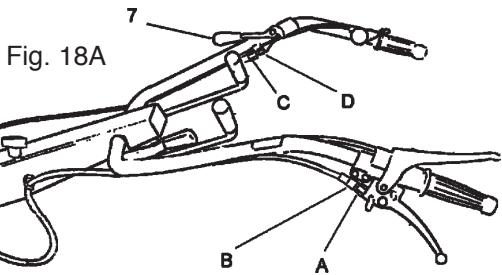

Fig. 18A
- Para variar la regulación aflojar la tuerca A (fig. 18A)
Controlar periodicamente el desplazamiento en vacío de la leva 7 que debe ser de aproximadamente 6 mm. Para variar la regulación aflojar la tuerca D (Fig. 18A) y enroscar o desenroscar la regulación C hasta que el desplazamiento en vacío sea de 6 mm. Bloquear nuevamente la tuerca D.